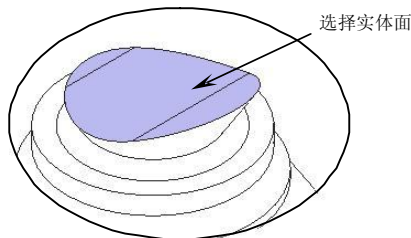
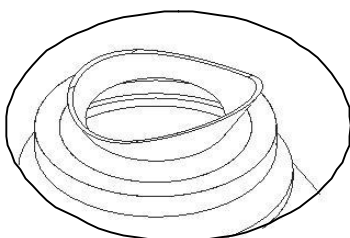

图4-17
图4-18
15. 在【特征操作】工具条中单击【外壳】按钮，弹出【外壳】对话框。在【厚度】输入框中输入“1.5”，然后选择图 4-17 所示的实体面作为移除面，最后单击  按钮创建外壳特征，结果如图 4-18 所示。